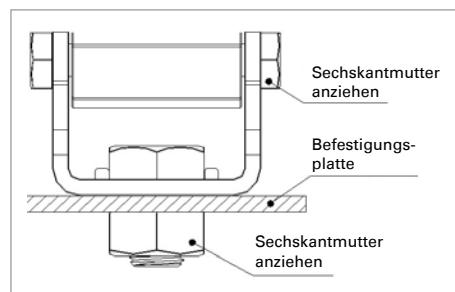

Abbildung 2
- Führen Sie die Schrauben durch die Befestigungsbohrungen hindurch und setzen Sie den Federring ein. Ziehen Sie dann die Sechskantmutter fest (siehe Abbildung 2).